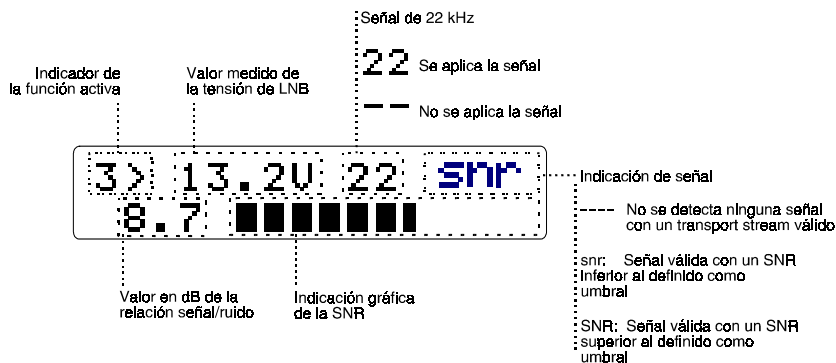

Figura 15.- Medida del SNR
En la línea superior de esta pantalla continua mostrándose el valor medido de la tensión de la LNB y si los 22 kHz están presentes (ver figura 15). También se muestra si en la frecuencia (o frecuencias) asignadas a un determinado satélite se detecta alguna señal con un *transport stream* válido (en cuyo caso aparece 'snr' o 'SNR' en la pantalla).
5. Conectar la batería al conector J6 visible junto al receptáculo de la batería (ver figura 15). El conector permite una única posición.